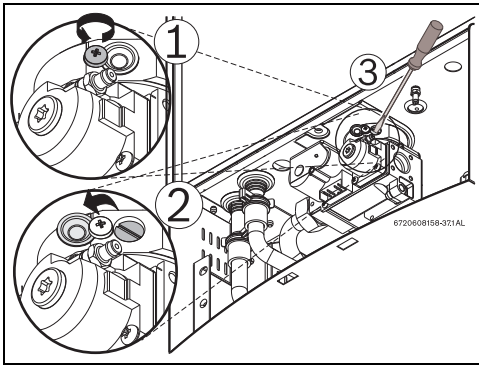

Fig. 44 Ajuste de CO₂ en modo P1
- ▶ Aflojar el tornillo Philips con pintura amarilla de precintado (Fig.44, pos.1) y mover la tapa de protección (Fig.44, pos. 2), de manera a que se haga visible el tornillo de afinación.
- ▶ Colocar la tapa de protección en la posición inicial y apretar el tornillo Philips, Fig.44.